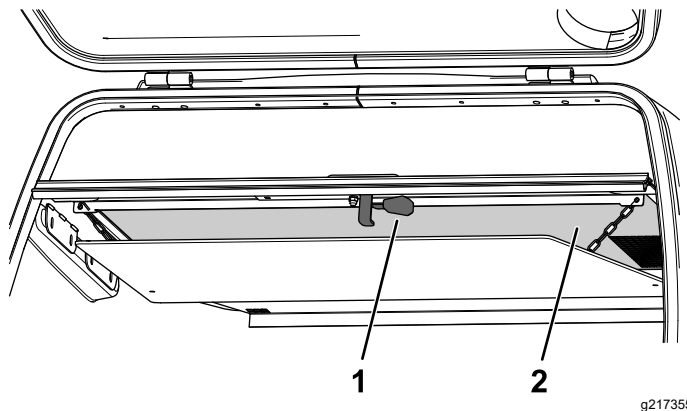

Figura 138
2. Trageți în jos maneta de eliberare de pe partea inferioară a scutului buncărului (Figura 138).